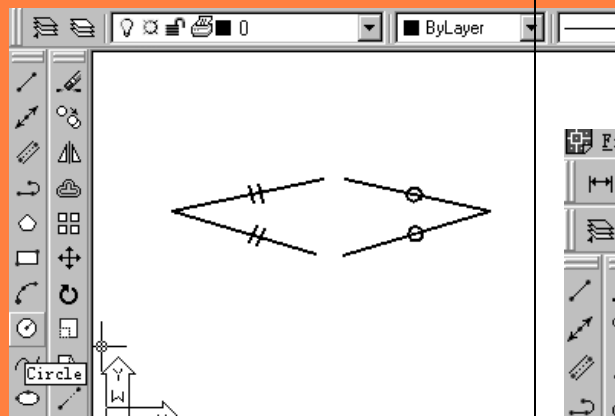

图 1-38 等长号的绘制完成图
(2) 选择 Draw(绘图) 工具栏中的 Circle(圆), 在所需的地方画出圆, 如图 1-38 所示。